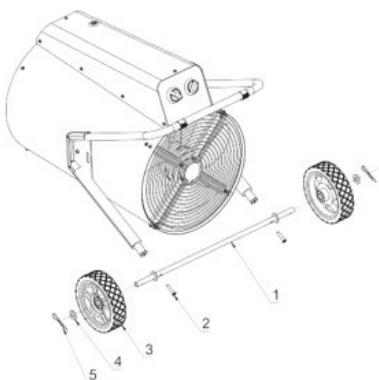
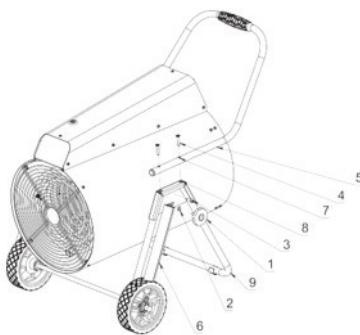

Рис.4-1. Подготовка к работе
Рис.4-2. Подготовка к работе EHCI-24, EHCI-30
Перевести колесную опору (1) (Рис. 4-1) в горизонтальное положение, повернув её, как указанно на рис. 4-2. Закрутить барашковые винты (1) и винт М6х20 (2 шт.) (3) с обеих сторон. Отверстия (7) на ручке (5) совместить с резьбовыми гайками (8) на колесной опоре и закрутить винты (4). Снять транспортировочные изолаторы (6). Прибор готов к использованию. (Рис. 4-2).